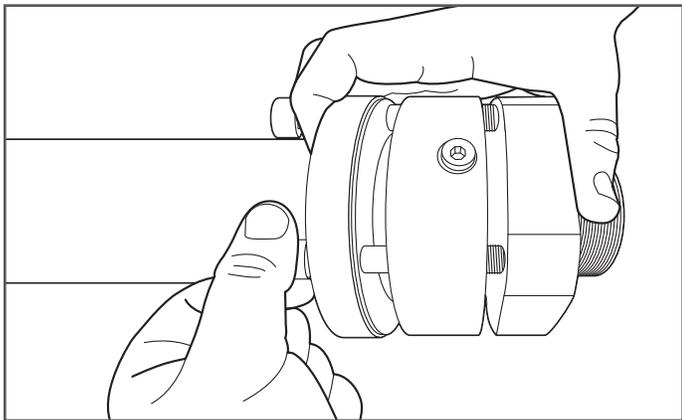

Figure 9-11
11. Le raccord DoubleTrac® est prêt à être réinstallé. Respectez l'assemblage tel que décrit dans les instructions du raccord DoubleTrac® à partir de la section 7 (Figure 9-11).